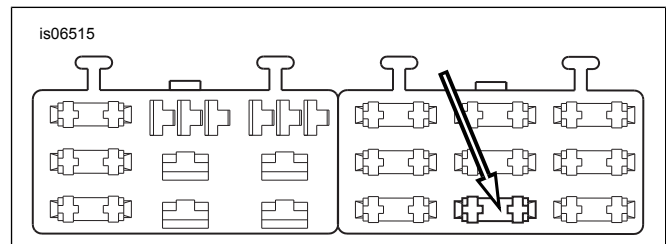

Figure 9. Cavité du bloc fusibles « OPEN » (ouverte) (Dyna 2004 et plus récents)
4. Voir Figure 9 . Repérer la cavité de fusible (1) marquée « OPEN » (ouverte) sur le couvercle du bloc fusibles dans le bloc fusibles de droite. Il doit exister un fil attaché à un côté de ce circuit, mais aucun fil ou fusible connecté n'est présent. Insérer la borne sur le fil adaptateur orange/blanc jusqu'au fond. Examiner une autre borne posée à l'usine pour effectuer une comparaison et s'assurer de l'orientation et la profondeur correctes.